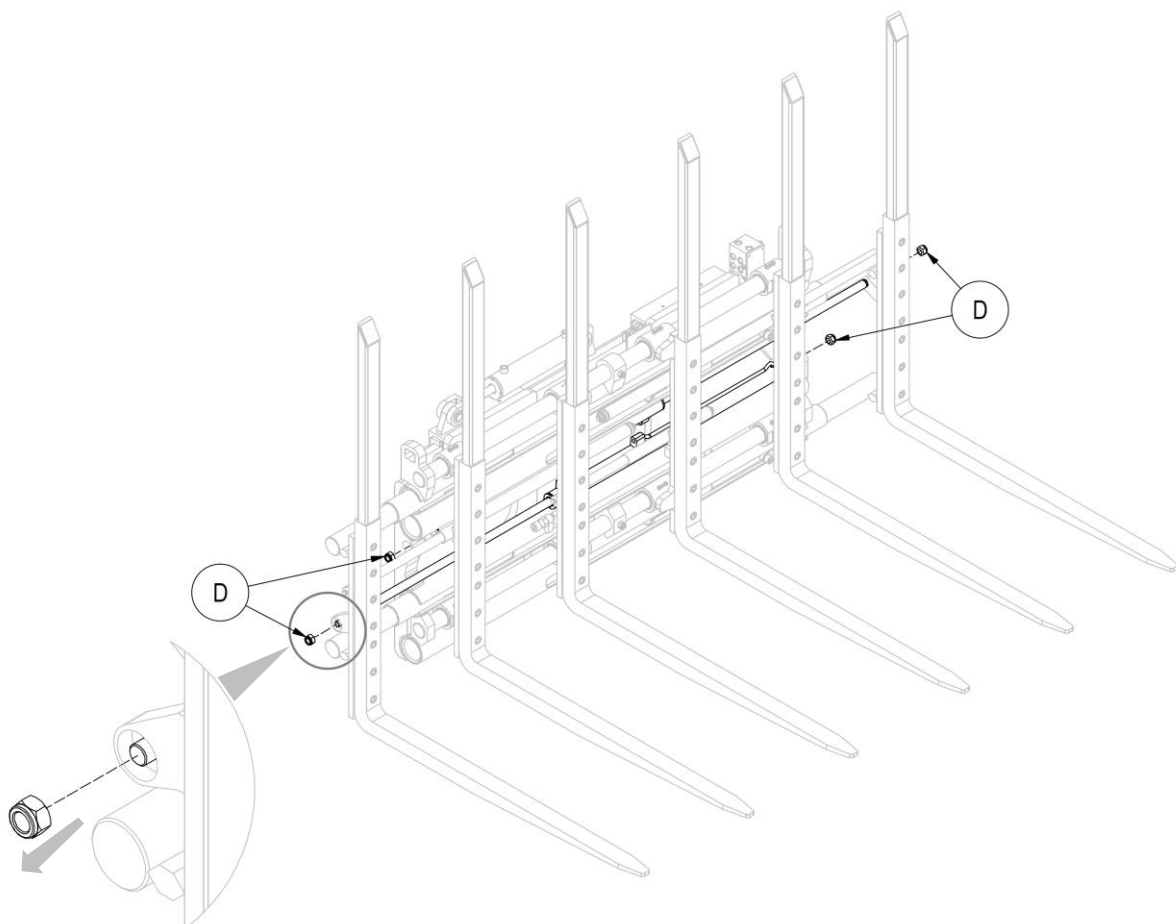

Figure 17
4. Se référer à la *Figure 17*.